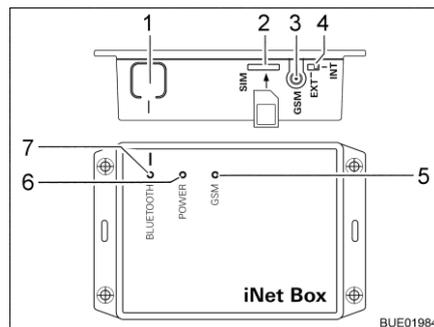

Fig. 109 Truma iNet-Box
- Appuyer sur la touche BLUETOOTH (Fig. 109,1) sur l'iNet-Box pendant 1 seconde. La Truma iNet-Box est visible pendant env. 2 minutes dans le terminal mobile (nom : "Truma iNet-Box"). Durant ce laps de temps, la DEL BLUETOOTH (Fig. 109,7) clignote.
- Introduire la mini-carte SIM qui a son propre numéro de téléphone et un crédit suffisant avec précaution comme illustré dans l'emplacement (Fig. 109,2) de la Truma iNet-Box jusqu'à ce qu'elle s'enclenche. La DEL rouge GSM (Fig. 109,5) doit clignoter en permanence. Si la DEL rouge s'éteint au bout de 20 secondes : contrôler la mini-carte SIM.